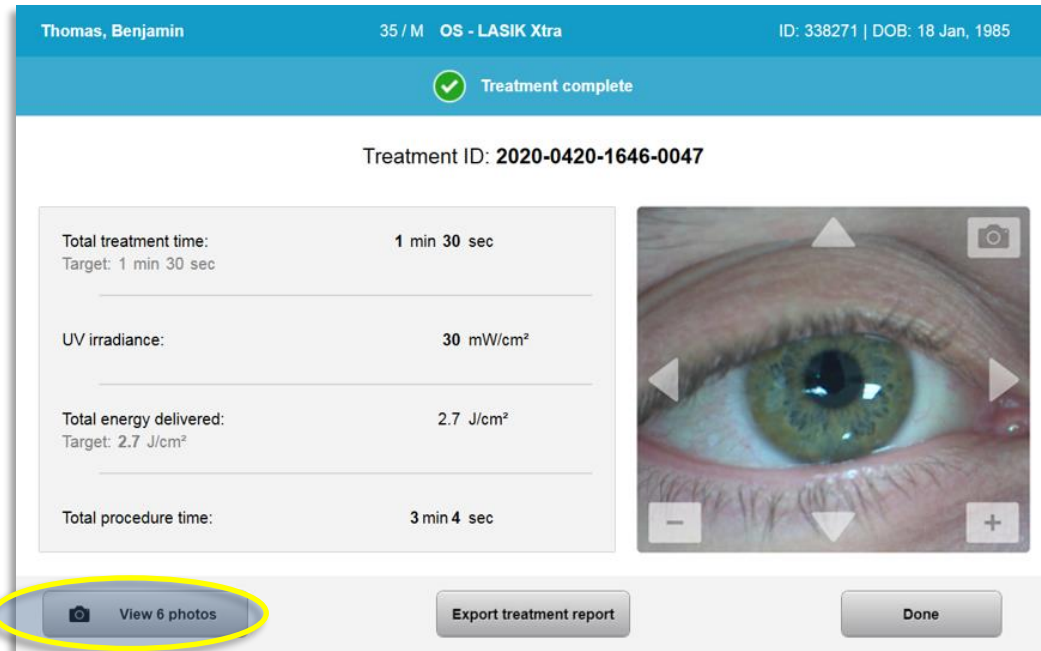

Figura 3-32. Ecrã de tratamento concluído
- Após a conclusão de um tratamento, um resumo dos parâmetros de tratamento será exibido e o ecrã mostrará “Tratamento concluído”, conforme mostrado na figura 3-32.
- Seleccione “Ver fotos” para entrar na galeria de fotos como mostrado na figura 3-32.